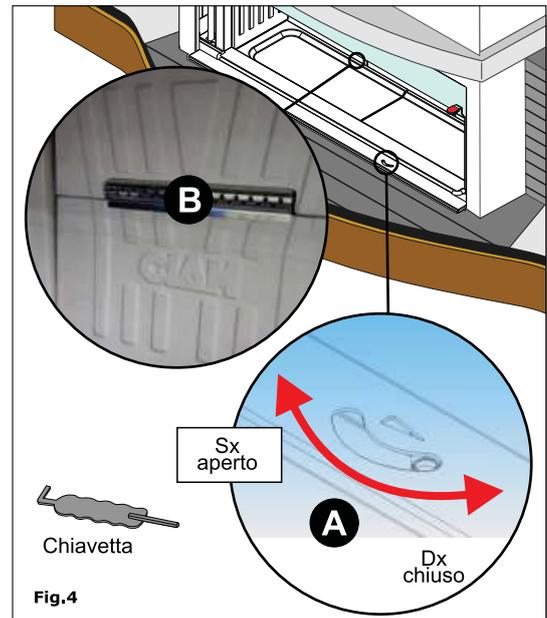

Fig.4
ARIA PRIMARIA: L'ingresso dell'aria primaria all'interno della camera di combustione viene regolato tramite il selettore (A) utilizzando l'apposita chiavetta in dotazione (fig.4). Ruotare il comando verso **destra** per avere un afflusso di aria **minore** o verso **sinistra** per avere un afflusso di aria **maggiore.**
ARIA DI POST-COMBUSTIONE: Per aumentare il rendimento dei termocaminetti e per ridurre al minimo l'emissione di CO (ossido di carbonio) è stato introdotto un sistema che convoglia l'aria surriscaldata all'interno della camera di combustione, tramite un diffusore in acciaio inox (B) (fig.4).